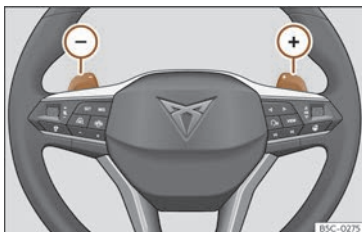

Fig. 126 Volanul: manete pentru cutia de viteze automată
- Apăsăți padele de cuplare trepte (+) pentru a trece într-o treaptă superioară >>> **fig. 126**.